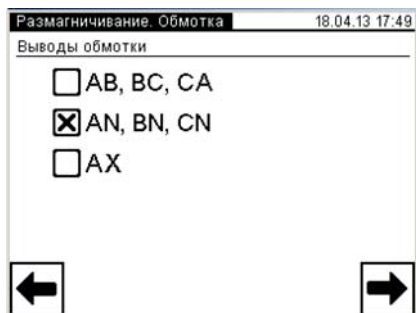

Рисунок 6.50
5) Начать снятие остаточного намагничивания магнитной системы трансформатора, для чего в окне "Главное меню" нажать кнопку . На экране откроется окно "Размагничивание. Обмотка" (рисунок 6.50).
6) Выбрать обмотку через которую будет протекать ток размагничивания, для чего нажать в поле "AB, BC, CA" или "AN, BN, CN" или "AX" в окне "Размагничивание. Обмотка" (рисунок 6.50).